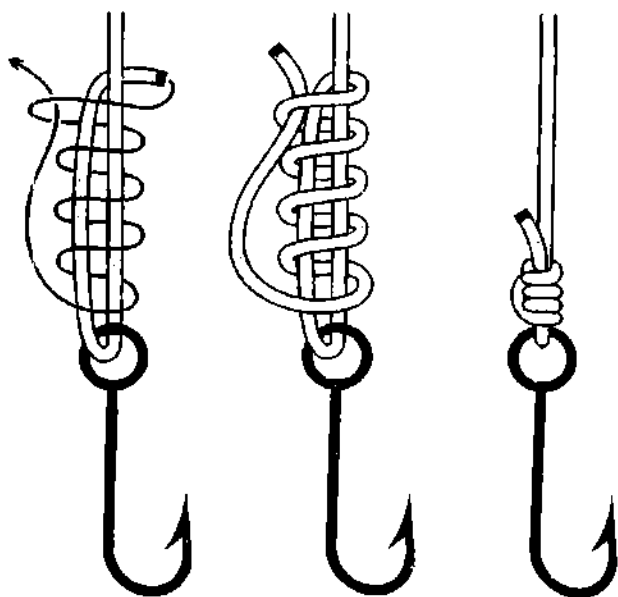

Рис. 716. Акулий узел.
**Акулий узел** – это **спиннинговый узел**, у которого ходовой конец пропускается не под шлага над ушком, а под самый верхний шлаг со стороны основной лески (рис. 716). **Акулий узел** отличается большой надёжностью и по крепости равен **спиннинговому и ушковому узлам**. Он отлично держит на монолесках.